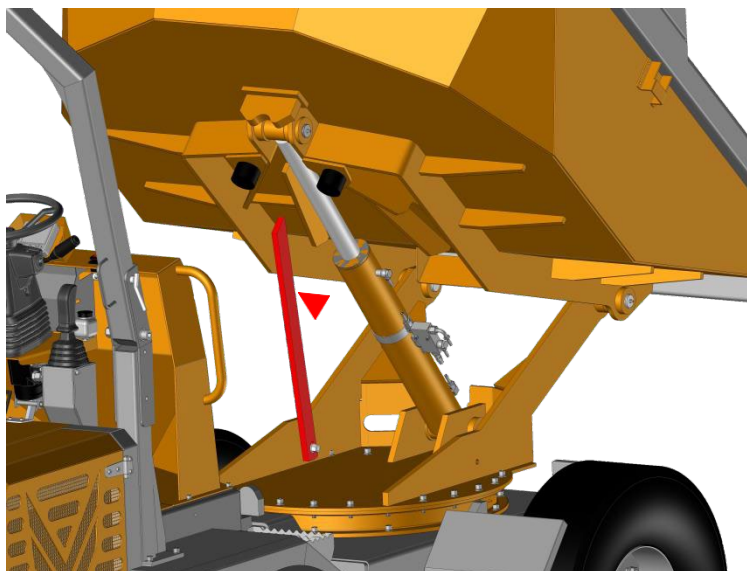

Abbildung 34. Zugang unter der Mulde.
f. **Durchführung von Reparaturen am Hydraulikzylinder und seinem Sperrventil unter der Mulde:** Öffnen Sie die Stütze und heben Sie sie unter die Mulde, um ihre Position zu fixieren (Abbildung 34), senken Sie die Mulde ab, bis sie fest auf der Stütze ruht, und beginnen Sie dann mit den Wartungsarbeiten.